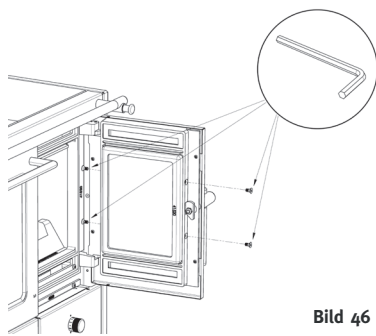

Bild 46
- 4 Stück Innensechskantschrauben (Imbusschrauben) lösen (Bild 46).